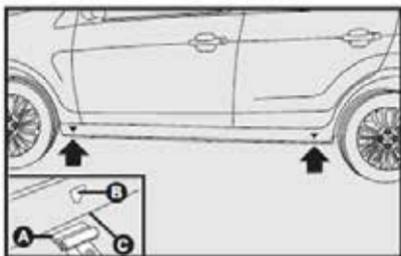

fig. 6
3) Coloque el gato en el símbolo ▼ B-fig. 6 cerca de la rueda que va a cambiar y asegúrese de que la ranura A-fig. 6 del gato esté bien introducida en el larguero C-fig. 6.